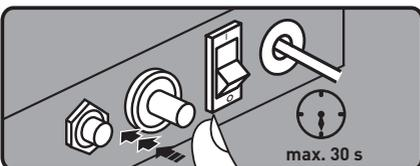

Abb. 3e: Gasventil-Knopf betätigen
6. Halten Sie den Gasventil-Knopf nach erfolgter Zündung max. 30 Sekunden gedrückt (siehe Abb. 3e).